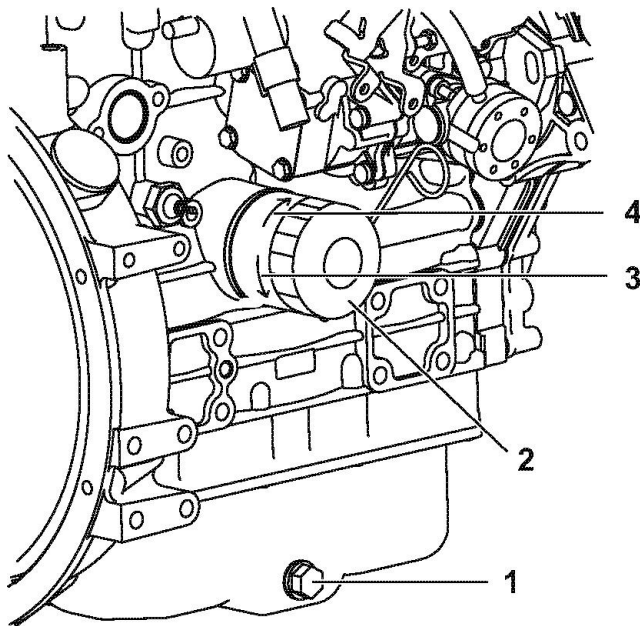

Рисунок 2
6. Открутите маслосливную пробку поддона картера (1, рисунок 2). Дайте маслу полностью слиться из картера.
7. После того, как масло полностью слилось из картера, прикрутите на место маслосливную пробку поддона картера (1, рисунок 2) и закрутите её с усилием  $53.9 - 63.7 \text{ Н} \cdot \text{м}$ ,  $5.5 - 6.5 \text{ кгс} \cdot \text{м}$ .
1. Выкрутить масляный фильтр (2, рисунок 2), поворачивая его против часовой стрелки (3, рисунок 2) с помощью специального ключа.
3. Слегка смазать маслом уплотнительное кольцо нового масляного фильтра. Фильтр заворачивается на место без использования инструмента, только с помощью рук путем вращения по часовой стрелке (4, рисунок 2) до тех пор, пока он не войдет в контакт с посадочной поверхностью. Закрутить фильтр с усилием (19.6 - 23.5 Н·м, 2.0 - 2.4 кгс·м) или на один оборот с помощью специального ключа.